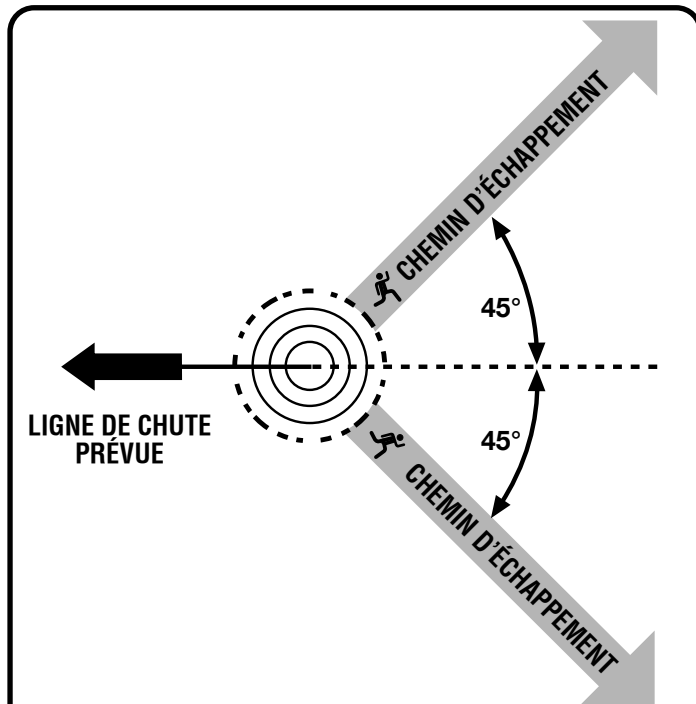

Fig. 13
Voir la figure 13.
Voir les figures 13 à 16.
- Avant de commencer une coupe, déterminer un chemin d'échappement (ou plusieurs au cas où le chemin prévu serait bloqué) déblayer les environs immédiats et s'assurer qu'aucun obstacle se trouve sur le chemin d'échappement prévu. Les trajectoires sécuritaires du chemin d'échappement doivent se situer à l'arrière et en diagonale (45°) à l'arrière de la ligne de chute prévue. Lorsque l'arbre commence à tomber, il faut s'écarter de la ligne de chute et suivre le chemin d'échappement et s'éloigner d'au moins 6 m (20 pi) du tronc au cas où l'arbre rebondirait sur la souche. *Voir la figure 13.*